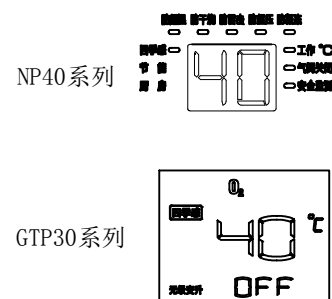

图8
1. 四季感模式（如图8）：根据进水温度，系统自动调节设置温度，使用户时刻能获得最舒适的热热水供应。